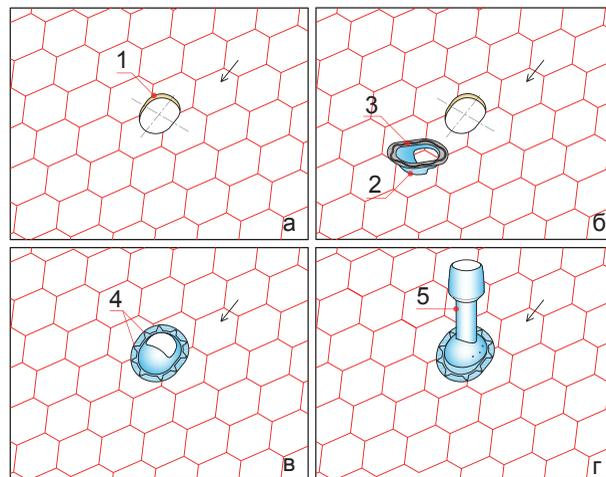

Рис. 14
- на установленный фланец монтируют необходимый кровельный выход, который крепят саморезами к верхней части фланца (Рис. 14).